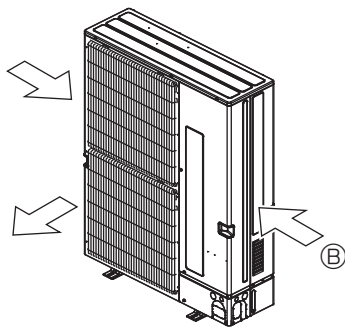

Fig. 2-17
② По возможности разместите прибор так, чтобы воздух из выходного отверстия выдувался в направлении, перпендикулярном к сезонному направлению ветра. (Fig. 2-17)
⑤ Направление ветра